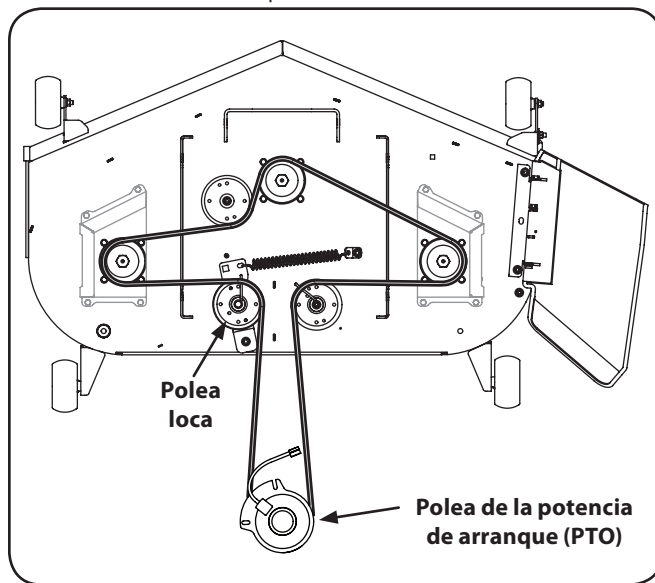

Figura 7-8
- Instale la nueva correa alrededor de las poleas del husillo tal como se muestra en la Figura 7-8 y vuelva a instalar las cubiertas de la correa.